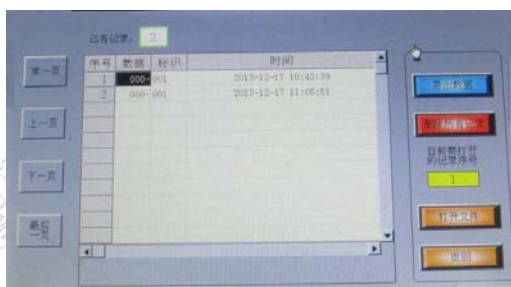

图 17
(24) 当 $U_{\text{谐振}}$ 电压降为0时，试验完成，如想查询试验记录，请在降压前点击保存数据，降压后点击“文件管理”；显示界面如图17。